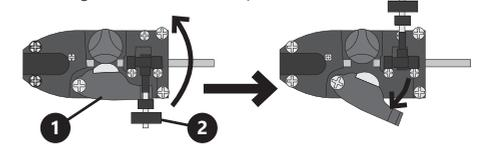

Fig. 5.
- (Voir la figure 5) Tournez le bouton (2) réglant la pression du galet presseur. Le galet presseur (1) doit également sortir de sa position.